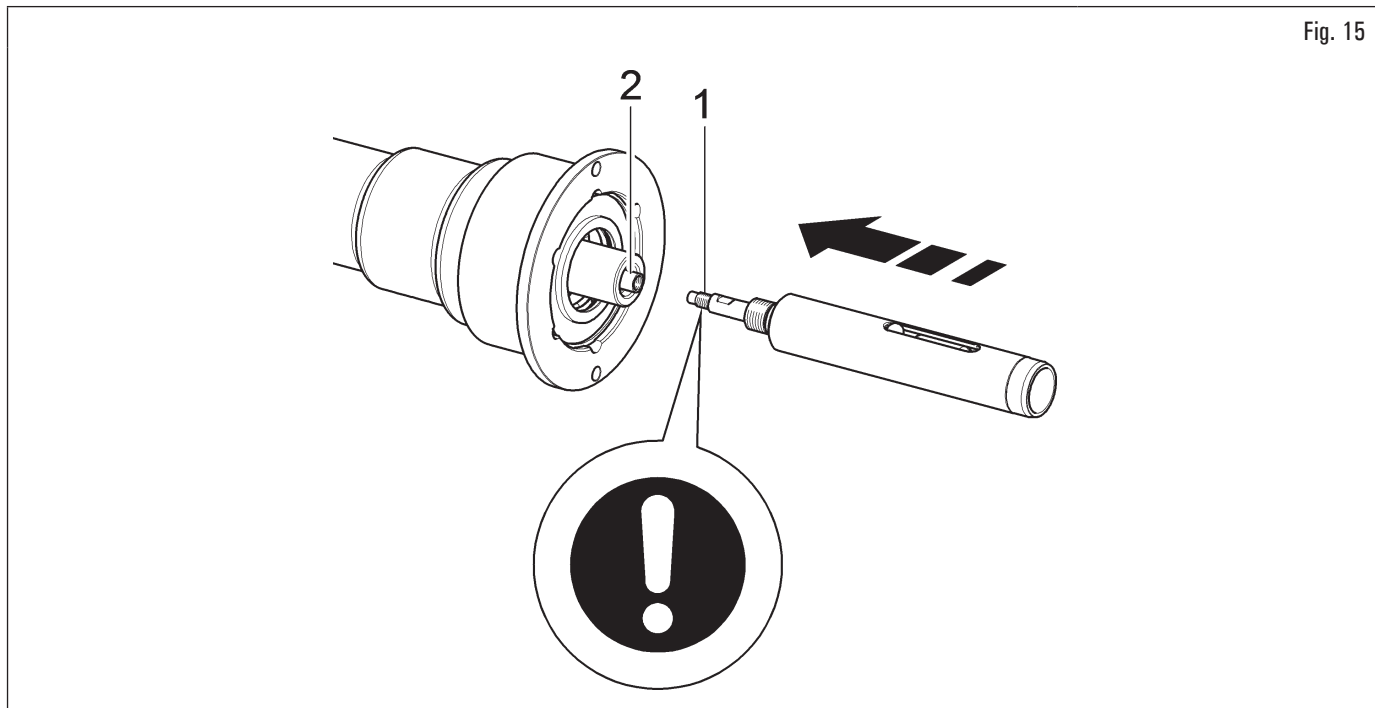

Fig. 15
2. spegnere quindi l'apparecchiatura premendo l'interruttore generale (Fig. 26 rif. 1). Accoppiare lo stelo interno pneumatico (Fig. 15 rif. 1) con lo stelo interno della flangia (Fig. 15 rif. 2) (vedi Fig. 15);
Al montaggio del kit albero pneumatico (Fig. 15 rif. 1) mettere frenafili resistenza media loctite 242 o equivalente solo sul filetto M10 e serrare a 30 Nm (22 ft-lbs).